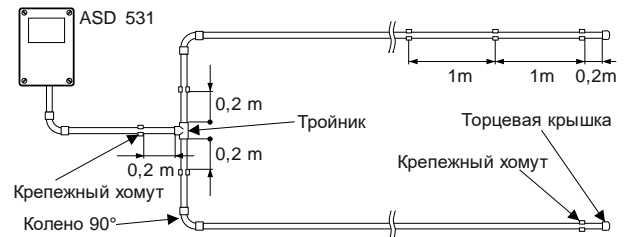

Рис. 34. Изгиб 90°, точка ответвления
Линейное расширение прямого участка трубопровода максимально допустимой длины (40 м) при соблюдении допустимого перепада температур (20 °C) может составлять до **80 мм**. Поэтому следует предусмотреть возможность скольжения всасывающего трубопровода в крепежных хомутах. В связи с этим расстояние от последнего крепежного хомута до торцевой крышки должно составлять не менее 100 мм (0,1 м). См. также Рис. 34.
- Расстояние от любого хомута до тройников и крестовин, начиная от точек ответвления всасывающего трубопровода, должно составлять не менее 0,2 м (см. Рис. 34).